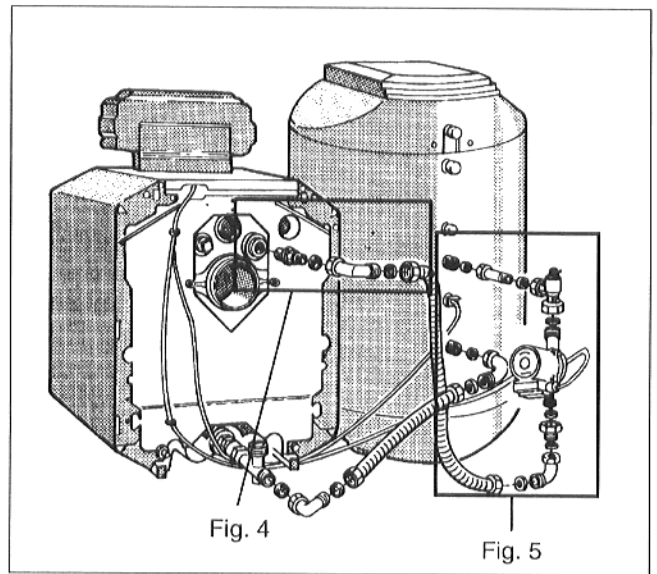

Fig. 3
- Visser le nipple double dans le départ préparateur de la chaudière (fig. 3 et 4).
- Placer le joint plat dans l'écrou-raccord de l'un des coudes et visser le coude au nipple double (fig. 3 et 4).
- Placer le joint plat dans l'écrou-raccord du tuyau en métal ondulé pour le départ (tuyau le plus long), mettre le tuyau en métal ondulé en forme et le visser au coude (fig. 3 et 4).
- Placer le joint plat dans l'écrou raccord du prolongateur et visser le prolongateur au départ préparateur (fig. 3 et 5).
- Placer le joint plat dans l'écrou-raccord de la soupape de non-retour et visser la soupape de non-retour au prolongateur (fig. 3 et 5).
- Placer le joint plat pour la pompe (Ø 44 x 28 x 2) dans l'autre écrou-raccord de la soupape de non-retour et visser la pompe de charge du préparateur, sens de l'écoulement vers le haut, à la soupape de non-retour (fig. 3 et 5).
- Placer le deuxième joint plat pour la pompe (Ø 44 x 28 x 2) dans le raccord de réduction et visser le raccord de réduction à la tubulure d'aspiration de la pompe de charge du préparateur (fig. 3 et 5).
- Placer le joint plat dans le deuxième écrou-raccord du tuyau en métal ondulé et visser le tuyau en métal ondulé au raccord de réduction (fig. 3 et 5).